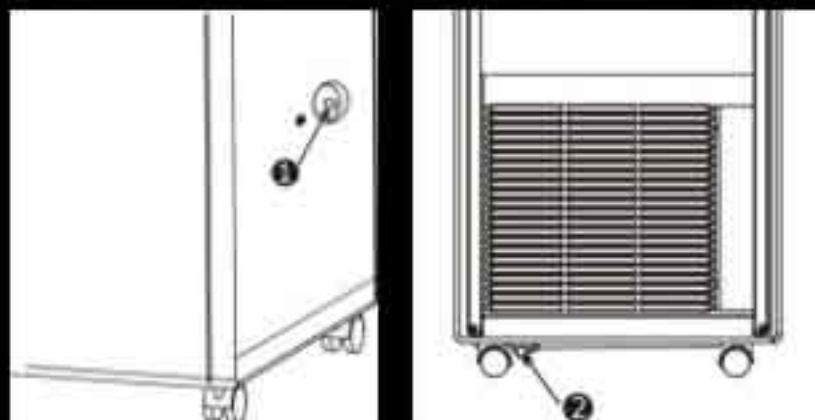

Рис. 10
1. Когда устройство работает в режиме охлаждения, установка дренажной трубки для отвода конденсата не требуется, т.к. конденсат испаряется автоматически. Убедитесь, что когда устройство находится в работе, резиновая заглушка сливного шланга надежно закреплена (см. рис.10).
При заполнении емкости для сбора конденсата воду необходимо сливать, иначе прибор не будет работать. Сливать конденсат необходимо, открыв нижнюю заглушку у основания прибора (Рис.10 поз.2).
Для постоянного отвода конденсата в условиях повышенного уровня влажности в помещении можно использовать отверстие для постоянного отвода конденсата в центре прибора (Рис.10 поз.1).